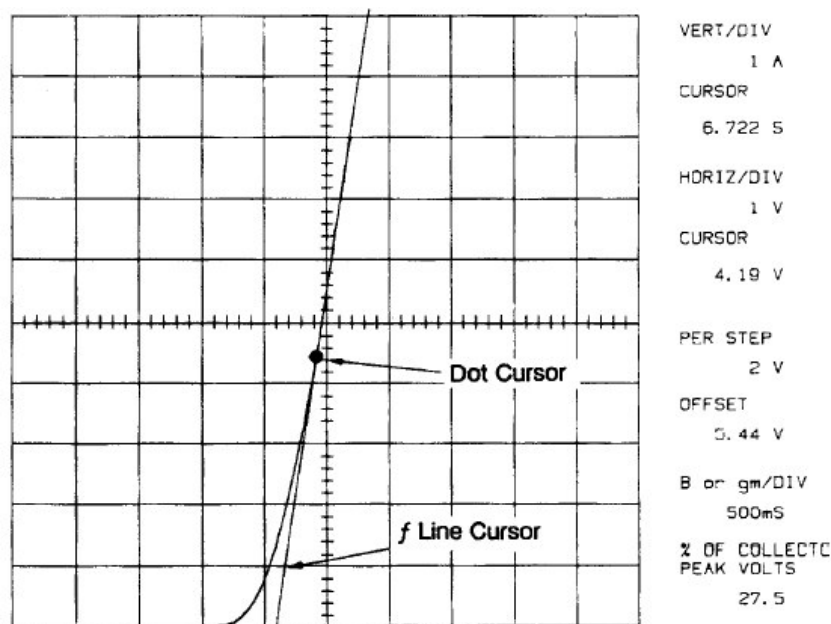

图 3-7 测量二极管击穿电压的适配器面板和辅助面板间的连接
- c. 在适配器面板和辅助面板的连接器间用辅助软线进行连接，如图 3-7 所示。